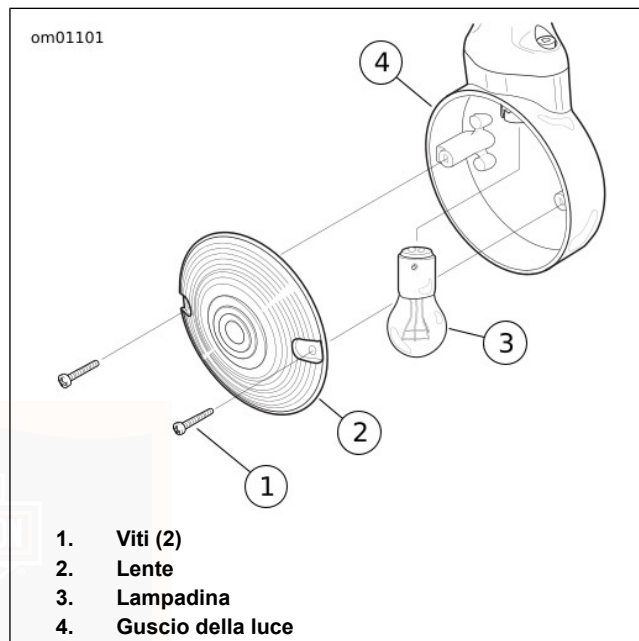

Figura 69. Gruppo degli indicatori di direzione: Stile a lenti piatte
1. Vedere Figura 69. Togliere due viti per staccare le lenti dalla scatola degli indicatori di direzione.